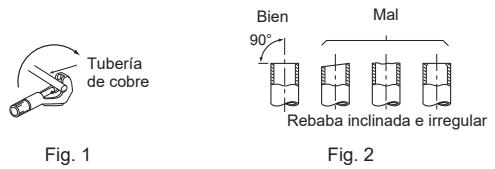

Fig. 1
- 1) Retire la cubierta eléctrica (1).
- 3) Una la tubería de conducción a la placa de conducción con la tuerca de fijación. El cable de conexión de la unidad interior/exterior (◎) que procede desde el interior de la tubería de conducción debe ser menor de 7/8 pulg. (23 mm). (Fig. 1)
- Corte el tubo de cobre correctamente con un cortador de tubos. (Fig. 1, 2)